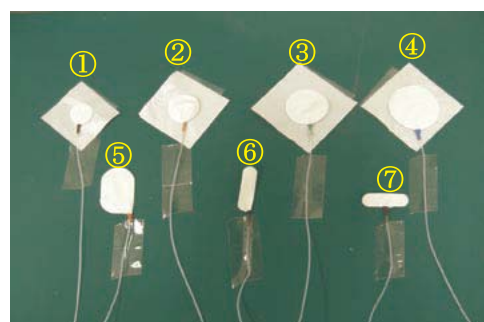

図2 エアパック・センサの形状
エアパック・センサは、非伸縮性フィルムで作られています。このため、連続した計測に対しても再現性の高い数値を得ることができます。標準のエアパック・センサは、直径20mmの扁平円形状の袋に厚さが1mmになるように空気（約 0.3cm^3 ）を封入し用います。適用する場所によって様々な大きさ・形状のエアパック・センサがあります。センサ形状を図2に示します。また、各センサの寸法、性能、主な用途を表1にまとめました。
エアパック・センサは、図2のような袋状のセンサです。まず、①空気計量注入器を用いて、適量の空気を注入します。次に、②センサを衣服圧表示装置に接続し、③計測場所にセンサを固定し、④衣服圧を計測します。計測場所に取り付けたエアパック・センサを図3に示します。